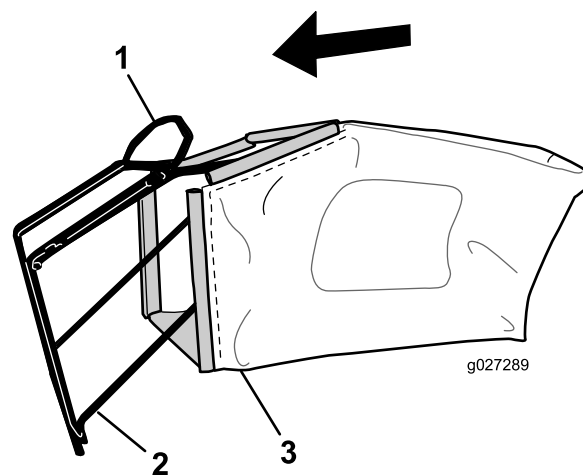

図 8
1. 図 8 に示すように、フレームにバッグを取り付ける。
注 ハンドルにバッグを被せないでください 図 8。